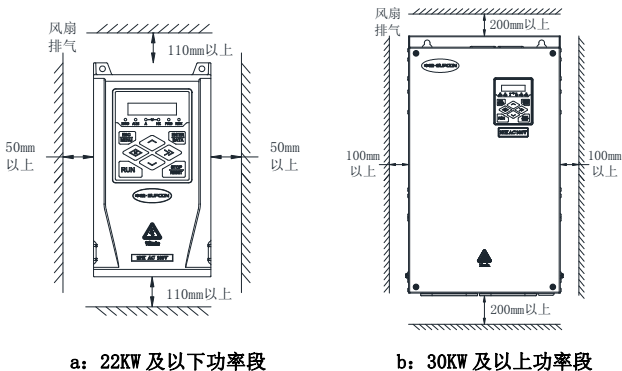

图 3-1 安装的间隔距离图
(1) 一般情况下应立式安装，卧式安装时会严重影响散热、必须降额使用。
(2) 安装间隔及距离最小要求，如图3-1所示。